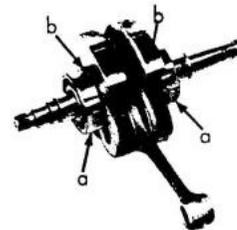

Abb. 41 Kurbelwelle zum Einbau vormontiert
1. Wenn die Rillenger, wie Abb. 41 zeigt, auf der Kurbelwelle vormontiert sind.